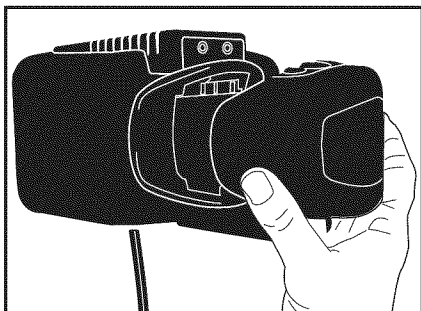

Figure 2
5. Le bâti du chargeur comporte une deuxième baie permettant de charger une deuxième batterie (non fournie). Pour charger une batterie dans cette baie, l'introduire jusqu'à ce qu'elle s'enclenche et que le voyant lumineux s'allume. (Voir figure 2.) Le voyant lumineux brille avec une lumière rouge pendant la charge de la batterie et passe à la couleur verte lorsque la batterie est prête à être utilisée. Pendant le chargement de deux batteries (une dans la poignée et l'autre directement dans le chargeur), le chargeur charge d'abord celle qui a été branchée en premier. Lorsque cette batterie est complètement chargée, le chargeur passe automatiquement au chargement de l'autre. Chaque batterie prend environ une heure pour se charger (pour un total de 2 heures pour les deux). Il convient de noter que lorsqu'une